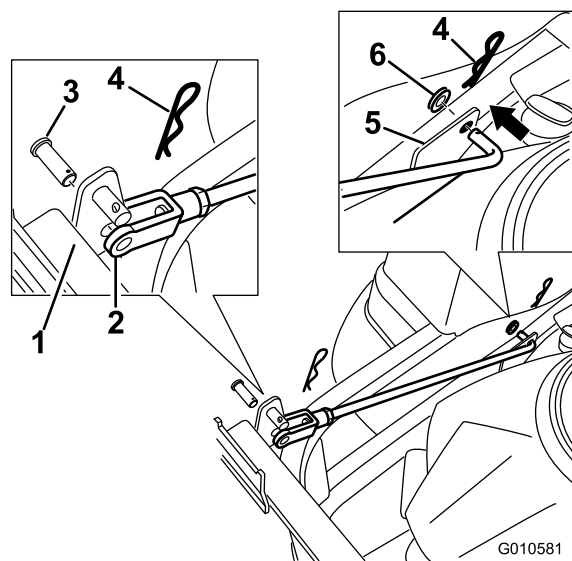

Figura 6
6. Montate due aste di supporto, una su ciascun lato del telaio del sistema di raccolta. Individuate la staffa a corredo tra la ruota motrice posteriore ed il telaio (Figura 6).
7. Inserite le estremità curve dell'asta nel telaio del sistema di raccolta, come illustrato nella Figura 6. Assicurate l'estremità dell'asta con una rondella e una coppiglia.
- D. Assicurate l'estremità del cavallotto dell'asta al telaio del sistema di raccolta mediante un perno con testa e una coppiglia (Figura 6).